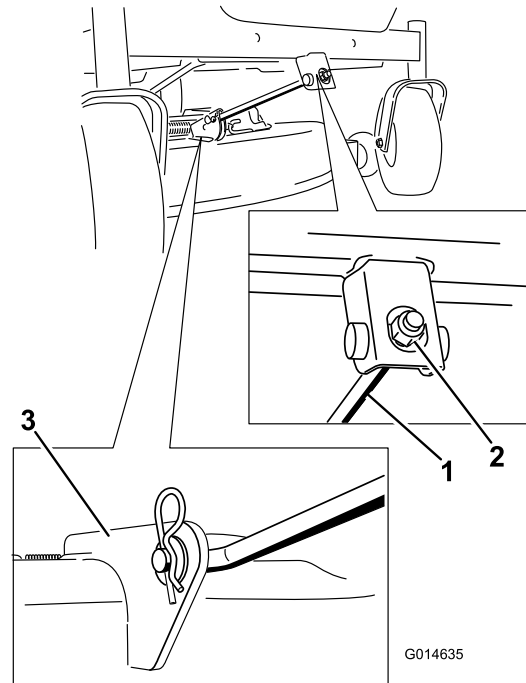

Figura 69
4. Retire la chaveta de la varilla de soporte delantera y retire la varilla del soporte de la carcasa (Figura 69).
8. Conecte la varilla de soporte delantera a la carcasa de corte con el pasador y la chaveta (Figura 69).